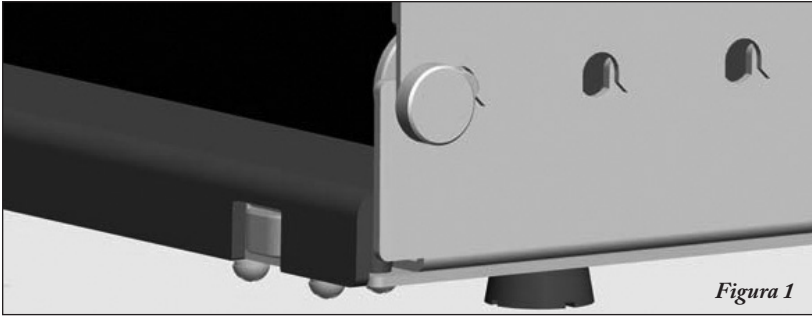

Figura 1
1. Haga girar la perilla de fijación redonda en sentido antihorario hasta aflojarla. No hace falta quitarla por completo (Figura 1).